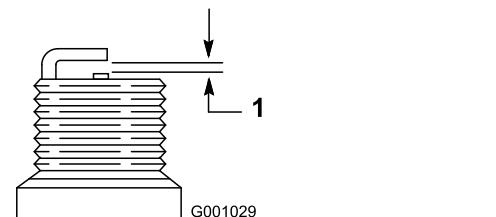

Bild 46
- Stellen Sie den Abstand der Elektroden an der neuen Zündkerze auf 0,76 mm ein, wie in Bild 46 abgebildet.